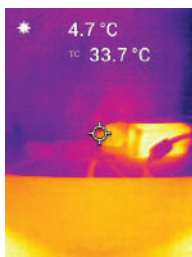

Abbildung 5.4 Temperaturmesswert Thermoelement (33,7 °C in diesem Beispiel)
3. Berühren Sie mit der Spitze des Thermoelementsonde die Oberfläche eines zu prüfenden Objekts, oder halten Sie sie in die Luft. Lesen Sie den Temperaturwert auf dem Display neben dem Symbol **TC** ab, siehe **Abbildung 5-4**.